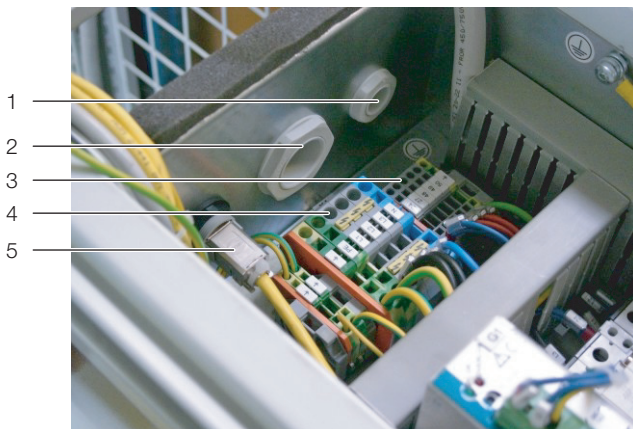

Abb. 27: Anschlussklemmen in der Elektronikbox
- Falls Sie das LCP DX über einen Fernschalter ein- und ausschalten möchten: Entfernen Sie in der Elektronikbox die Brücke zwischen den beiden Klemmen 24 und 27 („Remote On-Off“) und schließen Sie dort potentielfrei einen Fernschalter (Schließer) an (Abb. 27, Pos. 3).